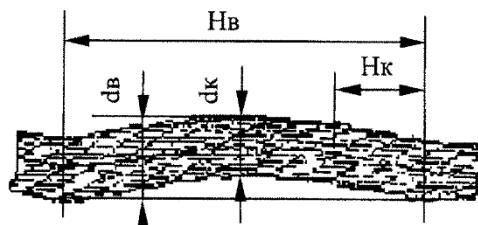

Рис.22: Волнистость каната
6. Волнистость каната характеризуется шагом и направлением ее спирали (рисунок 22).